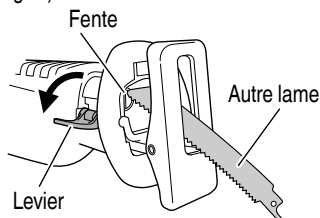

Fig. 12
- (1) Si une partie de la lame de scie cassée dépasse de la petite fente du porte-lame, sortir la partie saillante et retirer la lame.
- (2) Si la section cassée de la lame est dissimulée à l'intérieur de la petite fente du plongeur, accrocher la lame à l'aide de l'extrémité d'une autre lame et la sortir. (Fig.12)